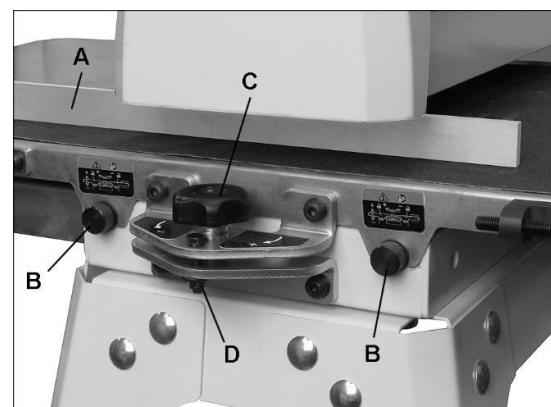

Figure 8-3: Alignement du cylindre
3. Insérez la jauge entre le cylindre et la table du convoyeur du côté externe du cylindre (A, Figure 8-3).
7. Desserrez les deux vis de verrouillage de la table (B, Figure 8-3)
3. Si une bavure est visible là où le cylindre chevauche, abaissez légèrement la table sur l'extrémité externe en tournant le bouton (C, Figure 8-3).
Remarque : Pour un matériau à poncer de largeur inférieure à 406 m), régler le parallélisme entre le convoyeur et le cylindre. Tournez le bouton en direction opposée jusqu'à ce que le écrou (D, Figure 8-3) soit en contact. Le écrou fait butée pour le parallélisme de la table.